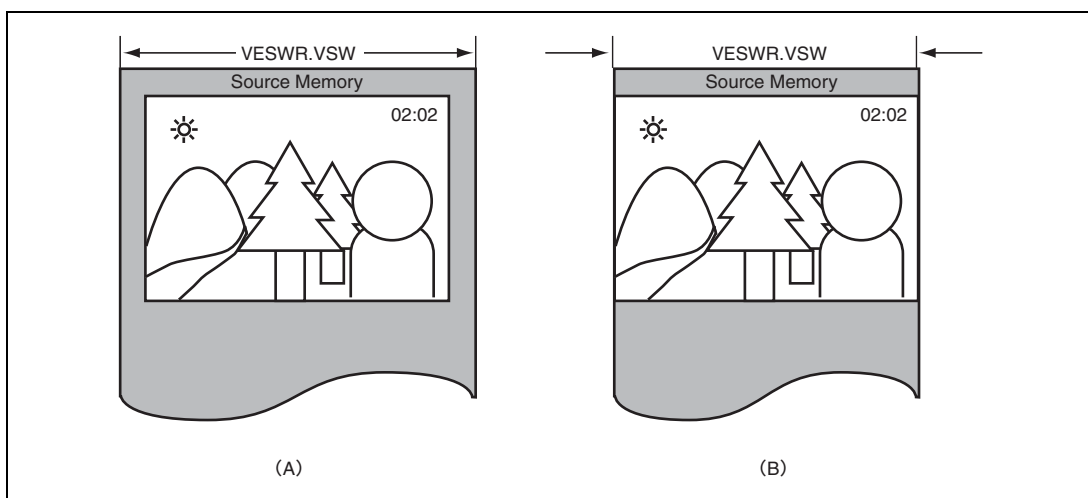

図 35.6 画像の切り出し幅と VESWR の関係
VSW ビットには、VEU の処理において、ソース画像が配置されているソースメモリ領域の横幅をバイト数で指定してください。設定はソース画像 4 画素に相当するバイト数単位で設定してください。読み込み画像が YCbCr のときは、Y 成分に合わせた設定にしてください。YCbCr 4:2:0、YCbCr 4:2:2、および YCbCr 4:4:4 読み込みにおける C 成分のソースメモリ領域の横幅は、それぞれ VSW、VSW、および $VSW \times 2$ の値が適用されます。VTRCR の RPKF=0、1、3、7、13 (RGB 2byte/pixel または RGB 4byte/pixel) のときは、ソース画像 2 画素に相当するバイト数単位で設定することが可能です。図 35.6 (A) に示すように、画像をメモリ領域から切り出す場合は、あるラインの画像の右端アドレスとその次のライン画像左端アドレスは不連続となります。これに対して、図 35.6 (B) は VEU に入力する画像の水平サイズがメモリの水平アドレス長と同じ場合を表しており、この場合は画像の右端アドレスと次のラインの左端アドレスが連続値になります。